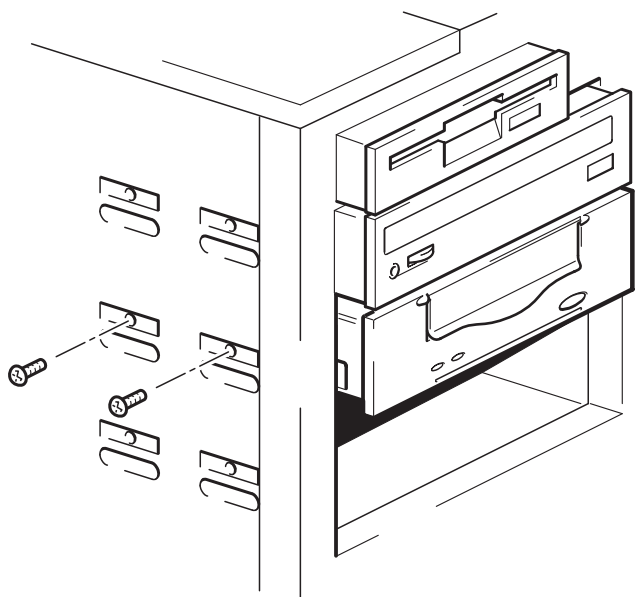

Figure 9b : fixation du lecteur (sans support de montage)
- 1 Mettez le lecteur en place. Vérifiez que les orifices du châssis sont alignés sur ceux situés sur les côtés du lecteur. Utilisez les vis fournies dans le kit de rails pour fixer le chargeur, comme le montre la figure 9b.